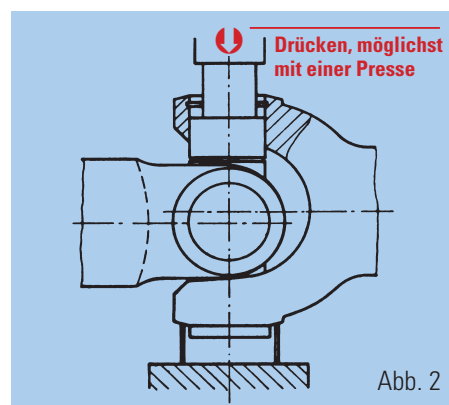

Abb. 2
3. An jeder Gelenkgabel wird je eine Lagerbüchse herausgedrückt (Abb. 2).